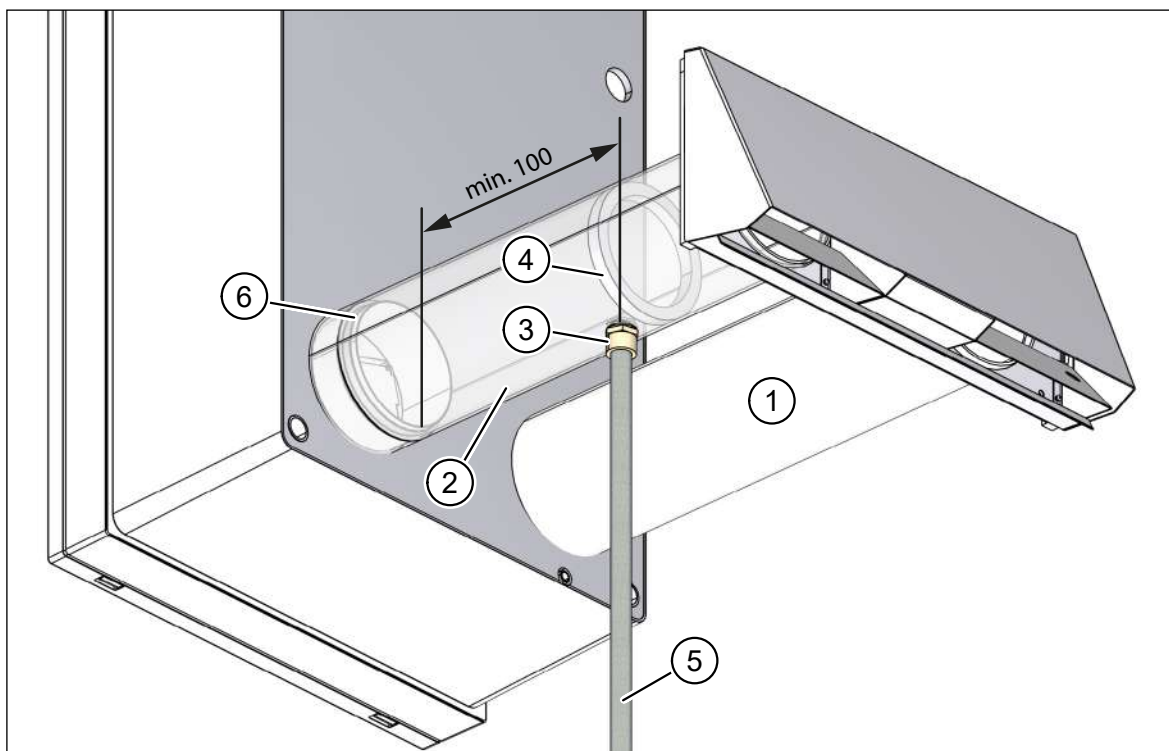

Abb. 30: Kondensatabführung am Fortluftrohr, Maß in Millimeter
- Außenluftrohr, DN 100, 0,5 m (Pos. 1 in Abb. 30)
- Fortluftrohr DN 100, 0,5 m (Pos. 2 in Abb. 30), mit 1/2"-Außengewindeanschluss (Pos. 3 in Abb. 30) und Barriere (Pos. 4 in Abb. 30) zum Rückhalten des Kondensats
- Schützen Sie das Kondensatableitungsrohr (Pos. 5 in Abb. 30) in kalten Regionen vor Frost, z. B. durch Verlegung hinter der Fassadendämmung.
- Beachten Sie den Mindestabstand von 100 mm zwischen Kondensatableitungsrohr (Pos. 5 in Abb. 30) und Fortluftstutzen (Pos. 6 in Abb. 30).